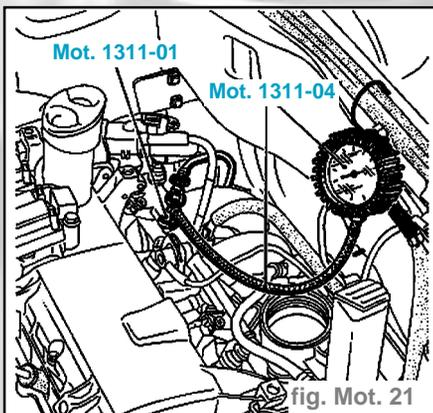

fig. Mot. 21
- Mettre en place le manomètre **0 : 10 bar** ainsi que le tuyau souple **MOT. 1311-01**. (fig. Mot. 21).